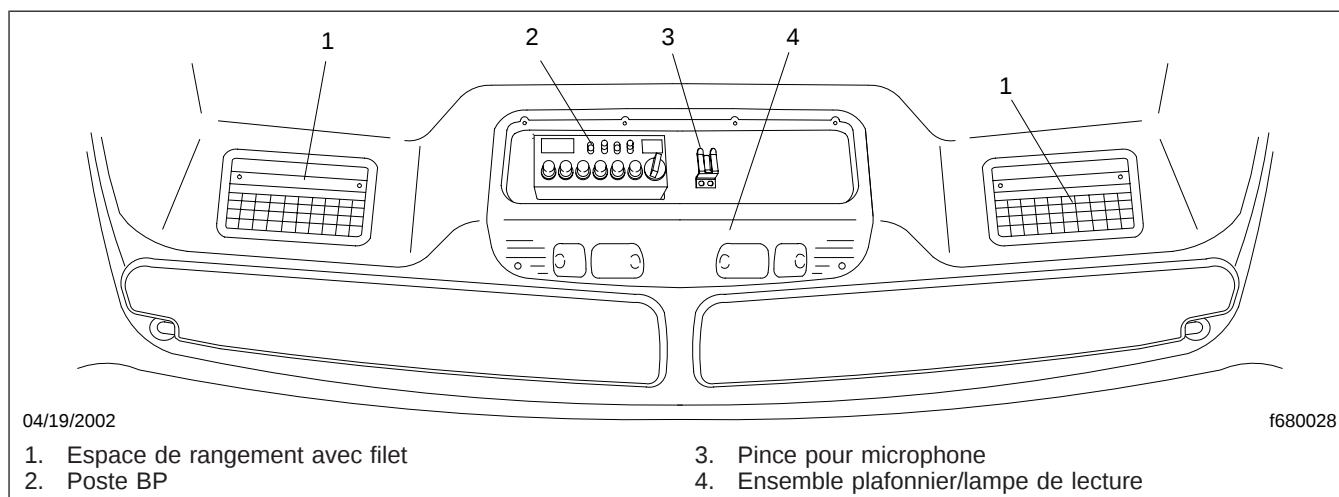

Fig. 4.8, Tableau de bord de plafond
Le tableau de bord de plafond optionnel (figure 4.8) abrite le poste bande publique (BP), une pince pour